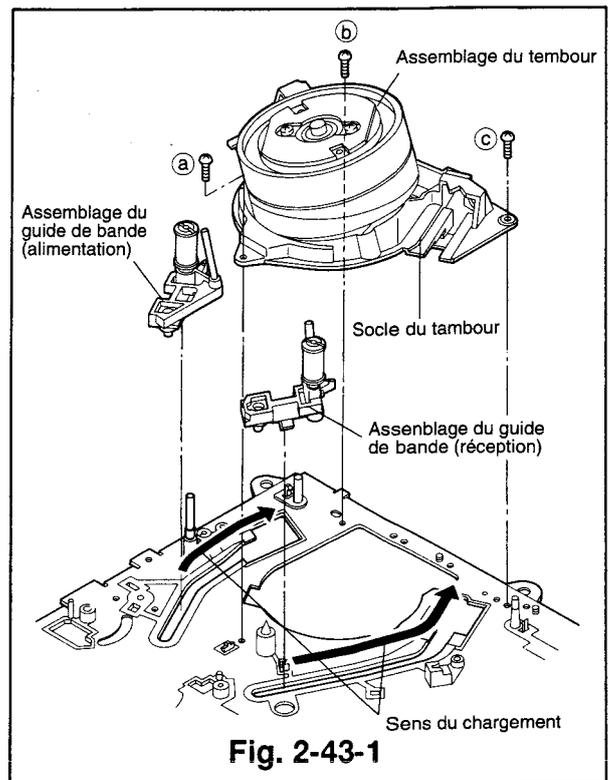

Fig. 2-43-1
- 4) Dévisser les trois vis (a, b, c) pour déposer l'assemblage du tambour et son socle. (Voir la Fig. 2-43-1)
- 2) Remonter les assemblages des guides de bande d'alimentation et de réception de manière à ce qu'ils s'engagent chacun dans les trous correspondants aux extrémités des bras de chargement (SP et TU) fixés au côté opposé de la platine (Voir la Fig. 2-43-1).
- 5) Remonter le socle du tambour sur lequel l'assemblage du tambour est fixé et fixer celui-ci à l'aide des trois vis (a, b, c), comme illustré dans la Fig. 2-43-1. (Serrer les vis dans l'ordre a, b, c).